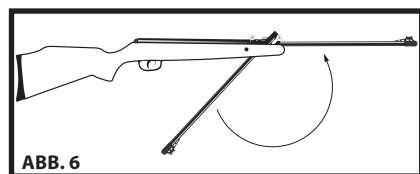

ABB. 6
- Bewegen Sie den Lauf zurück in seine ursprüngliche Position, indem Sie den Lauf nach oben drücken, bis er einrastet (ABB. 6).